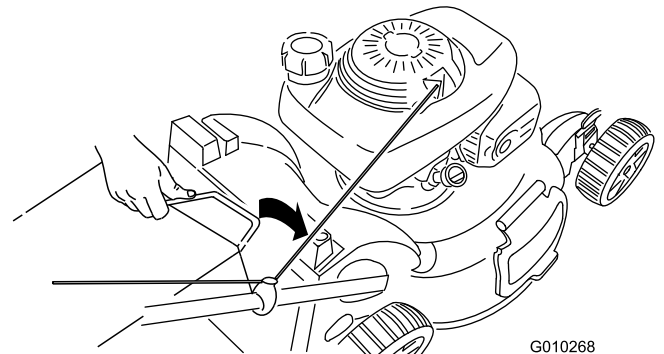

**Figura 26**
2. Pase la cuerda de arranque alrededor de la guía de cuerda inferior (Figura 26).